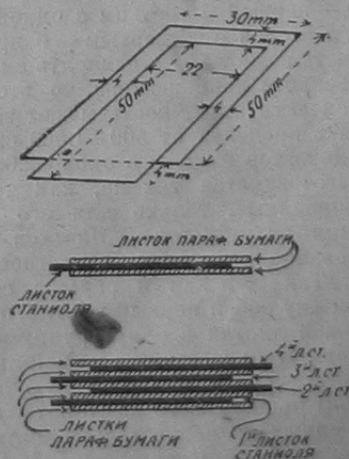

Рис. 3. Изготовление конденсаторов.
**Изготовление конденсаторов.** Перейдем теперь к описанию изготовления конденсаторов. Прежде всего следует проделать в парафине (не давая ему закипеть) папиросную бумагу. Затем ее нарезают листками длиной в 50 мм. и шириной в 30 мм. После этого заготавливают листки станиоля длиной тоже в 50 мм., но шириной в 22 мм. Для сборки конденсаторов емкостью около 1.000 см. ( $C_1$  и  $C_2$ ) требуется 5 листов бумаги (если она уже парафинированная и имеет толщину около 0,1 мм.) и 4 листка станиоля. Сборка ведется следующим образом: на гладкую доску кладется несколько листов писчей или газетной бумаги (незамытой) и на эту подстилку уже кладется листок парафинированной бумаги. Затем на парафинированный листок кладется листок станиоля так, чтобы по длине станиолевый листок с одной стороны выступал на 4 мм за край парафинированного бумажного листка (рис. 3-а). Кроме того, следует обратить внимание на то, чтобы станиолевый листок отстоял по ширине от краев парафинированного листка также на 4 мм. Далее, станиолевый листок снова перекрывается парафинированным, при чем надо следить, чтобы второй бумажный листок пришелся на первый, т.е. чтобы выпущенный конец станиоля выступал на 4 мм из-под обоих листков бумаги (рис. 3-б). Затем разогретым (но не очень горячим) утюгом проглаживают сложенную пачку, состоящую из листка станиоля между двумя листками парафинированной бумаги, следя за тем, чтобы между листками не осталось пузырей воздуха. Прогладив наши листки, следует положить на пачку второй листок станиоля, но так, чтобы его выступающий конец был направлен в сторону противоположную концу первого станиолевого листка (рис. 3-с). Второй станиолевый листок покрывается бумажным листком, снова накладывается на пачку и снова проглаживается утюгом. Так же поступают с третьим и с четвертым листками станиоля. В результате у нас получится плотная пачка, у которой первый и третий листки станиоля выступают в одну сторону, а второй и четвертый — в другую. Выступающие края станиолевых листков соответственно соединяются друг с другом (лучше всего их спаять, но можно также их просто сжать, следя за тем, чтобы в месте их соединения не было парафина) — первый с третьим с одной стороны, и второй с четвертым — с другой. Если есть возможность измерить емкость построенного конденсатора, то это следует сделать (эта емкость может заключаться в пределах от 500 - 1.500 см.).